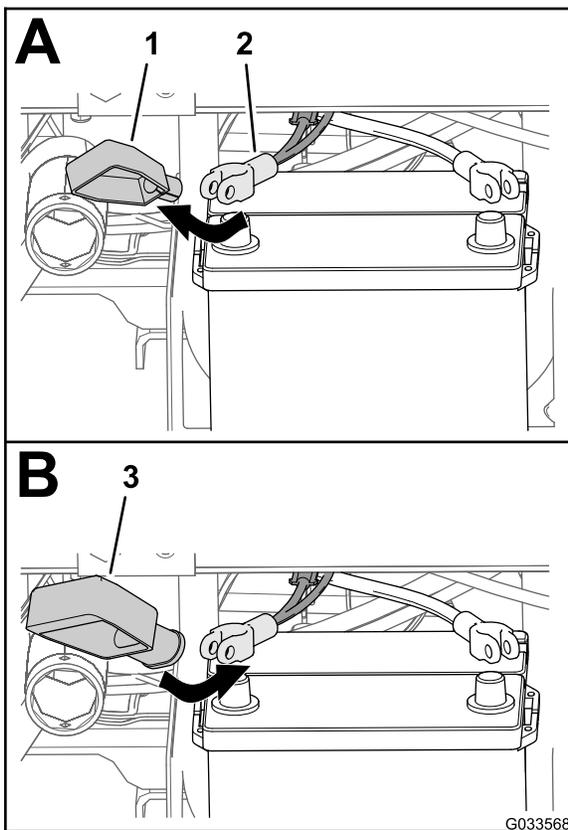

Figure 26
2. Enlevez le petit capuchon du câble positif de la batterie (Figure 26).
3. Placez le grand capuchon sur le câble positif de la batterie, comme montré à la Figure 26.